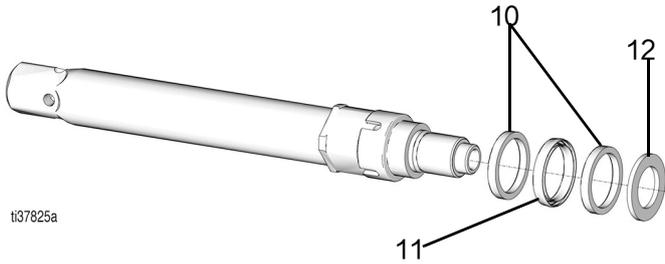

图 25
- 拆下活塞密封固定器 (12)、活塞密封件 (11) 和活塞密封支撑环 (10)，并用密封修理配件包中的新零配件更换 (图 25)。